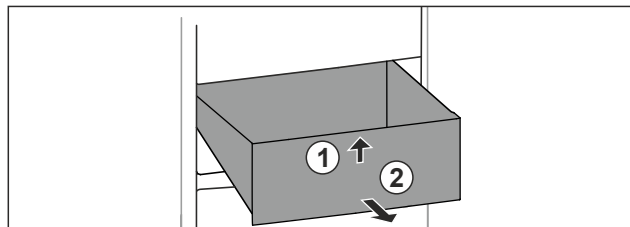

Fig. 135
- Emelje meg a fiók elejét. Fig. 135 (1)
- Vegye ki a fiókot előrefelé. Fig. 135 (2)